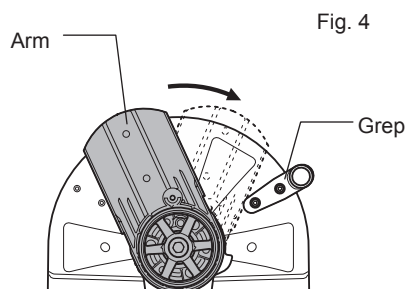

Fig. 4
- Roter armen til den kommer i kontakt med grepet, og sett låsespindelen tilbake på plass med hånden. (Fig. 4)